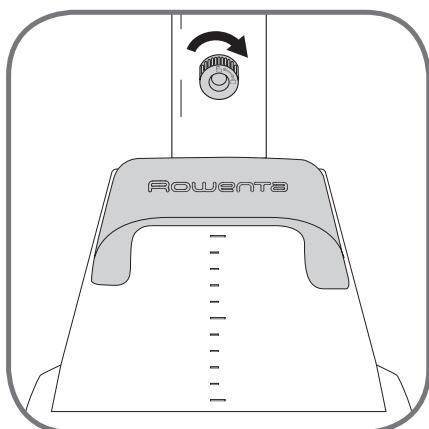

fig. 4
4. Revissez la vis de fixation du mât jusqu'au bout afin que le mât soit solidement fixé à la base (fig. 4).